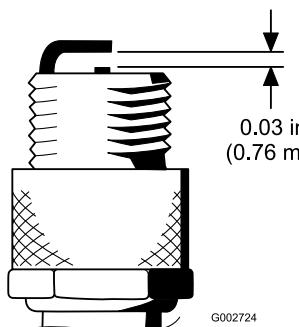

Figure 29
4. Réglez l'écartement entre les électrodes centrale et latérale à 0,76 mm ; voir Figure 29. Montez la bougie avec l'écartement correct et un joint d'étanchéité, et serrez-la à 23 N·m. À défaut de clé dynamométrique, serrez fermement la bougie.